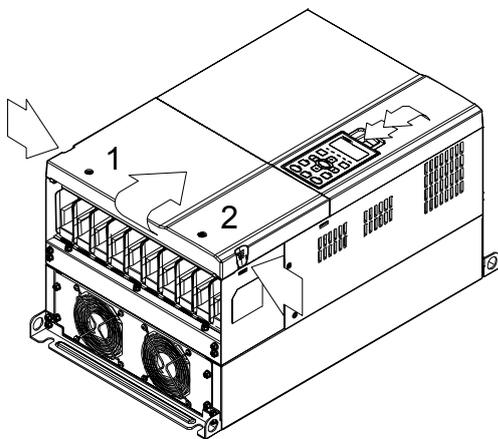

图 1
1. (如图 1)松开螺丝 1、2 后,再按压两侧(如图中 1 箭头指示),移除上盖。按压数字操作器上方,拆下数字操作器。螺丝 1、2 [扭力值: 10~12kg-cm (8.6~10.4lb-in.)]